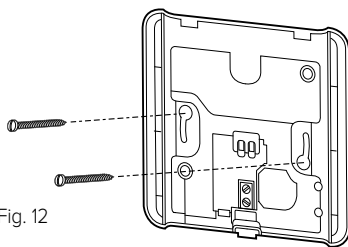

Fig. 12
- Fixați baza pe perete, în punctul pe care l-ați ales, utilizând diblurile și șuruburile din setul furnizat (fig 12).